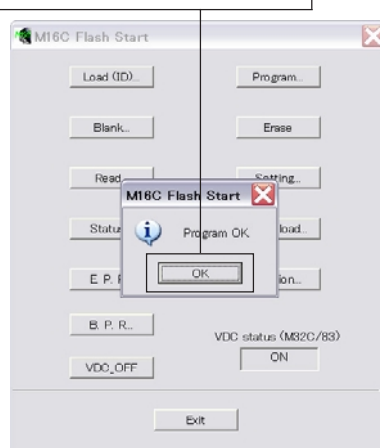

Fig. 5
11. When the program transmission is completed, the screen appears as shown below. (Fig. 5)
Click [OK] to end the procedure. (Fig. 5)
11. プログラムの送信が終了すると、下記の画面が表示されます。 (Fig. 5)
[OK]をクリックして完了します。 (Fig. 5)